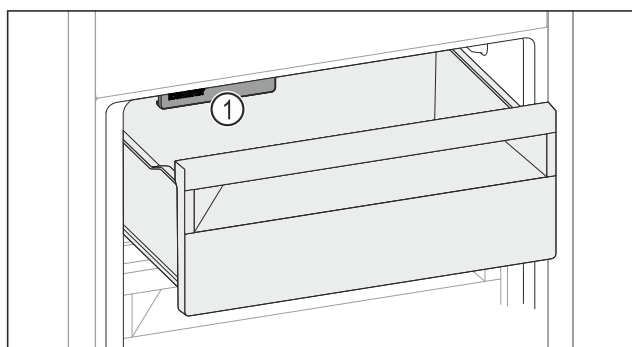

Fig. 132
- Tenere in considerazione l'IceMaker Fig. 132 (1).